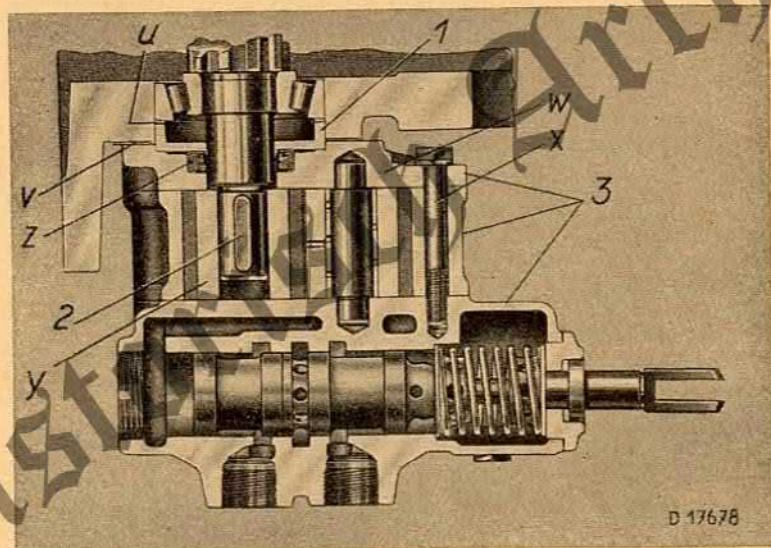

Bild 3
1. Stützring 1 (Bild 3) in die Bohrung für Getriebewellenlager einsetzen.
3. Von Zahnradpumpe 3 (Bild 23) Deckel w (Bild 3) durch Lösen von zwei Schrauben x abnehmen, Zahnrad y herausnehmen und auf Zapfen der I. Getriebewelle stecken.
Bild 3 a
5. Nach Einpassen der Paßfeder Zahnrad wieder in die Pumpe einsetzen und zwar so, daß die Keilnut nach unten steht. (Seitenspiel der Zahnräder im Gehäuse muß 0,06—0,1 mm betragen.) Deckel w wieder anschrauben. Welle so drehen, daß Paßfeder unten ist und komplette Zahnradpumpe 3 (Bild 3) unter Zwischenlegen der vorhandenen Papierdichtung v auf den Wellenzapfen bringen, jedoch **mit größter Vorsicht**, damit der Olabdichtungsring z nicht durch die Paßfeder beschädigt wird. (Bei etwaigem Auswechseln neuen
6. Die I. Getriebewelle darf in den Lagern nicht mehr als 0,25 bis 0,35 mm Seitenspiel haben (s. Betriebsanltg. 15166). Wenn nötig durch Einlegen bzw. Herausnehmen von Beilagen 0,1 mm stark (Bestell Nr. 40 597 f) zwischen Stützring 1 (Bild 3) und Kegelrollenlager-Außenring (s. „u“ Bild 3) einstellen.